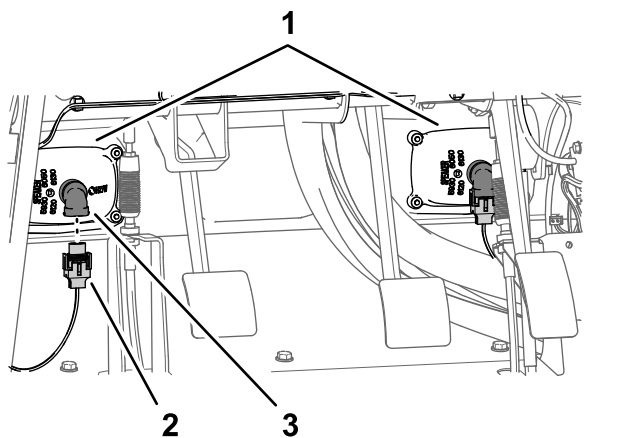

Figura 19
1. Desconecte los 2 conectores hembra de 2 vías del arnés de cables de la máquina de los conectores de 2 pines de los faros derecho e izquierdo (Figura 19).